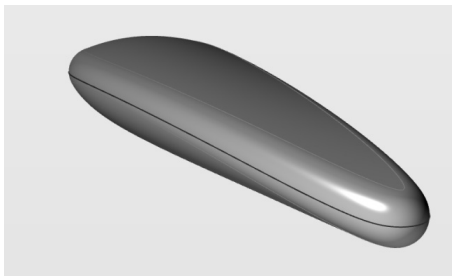

图 4-129 打开练习文件
1) 打开素材文件夹“练习(4.4.5_3)”中的 Evolve 文件, 该模型已经提取了分模线, 需要对模型进行切分, 如图4-129所示。